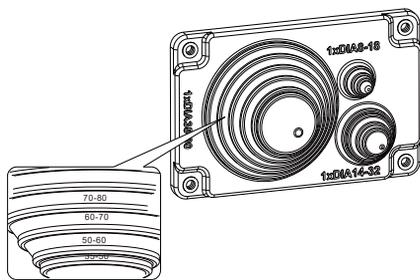

图5.8密封圈
- 4) 根据电缆直径切掉密封圈的多余部分。（如图5.8所示）。